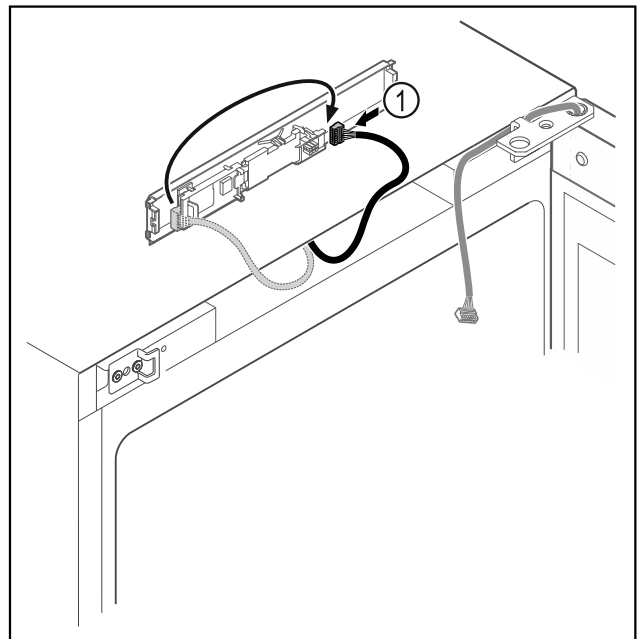

Fig. 17
- ▶ Преместете щекера Fig. 17 (1) на платката.